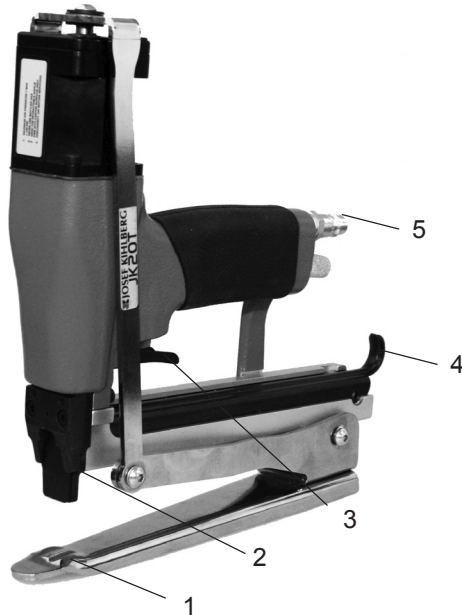

Fig. 1
- 2. et tirer la gâchette (Fig. 1/3).